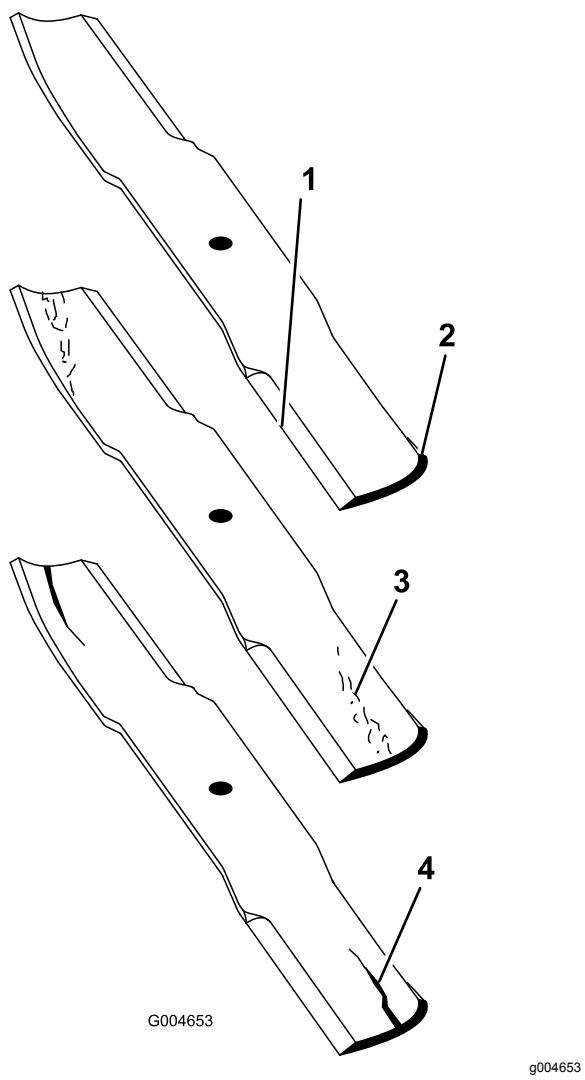

Figura 118
- Examine cuidadosamente as extremidades da lâmina, prestando especial atenção à zona onde se encontram as partes curvas e planas da lâmina (Figura 118).
Nota: A areia e os materiais abrasivos podem desgastar o metal entre as partes plana e curva da lâmina; por isso, verifique a lâmina antes de utilizar a máquina. Se der conta de desgaste (Figura 118), substitua a lâmina.